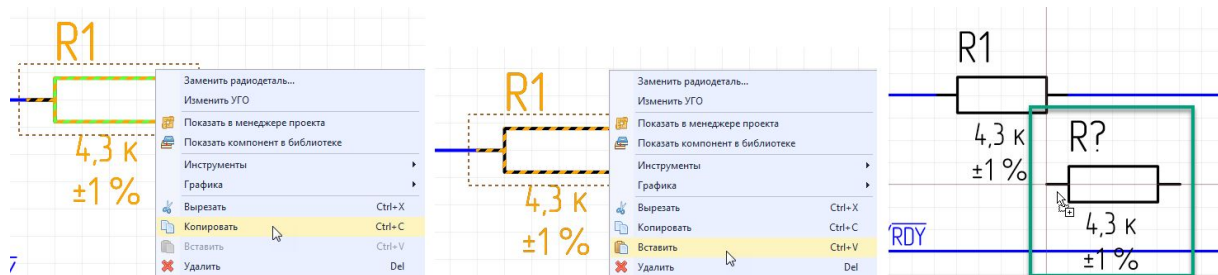

Рис. 204 Копирование и вставка объекта на схеме
3. Перейти на свободное место листа схемы и в контекстном меню выбрать пункт «Вставить», после чего скопированный объект будет размещен, см. Рис. 204.